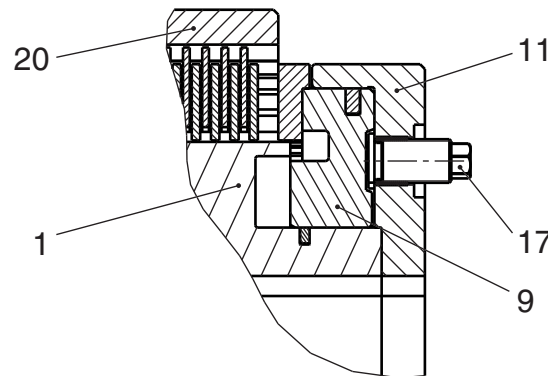

Fig. 3 - variante 2 - frizione con dispositivo d'innesto d'emergenza incorporato
Sulle frizioni con giunto per alimentazione esterna (ved. Fig. 3) l'anello di introduzione dell'olio (14) va premuto contro la frizione tramite una ghiera filettata. All'anello collettore (15) deve essere impedita la rotazione tramite un fermo o una spina infilati in uno dei fori previsti allo scopo. Il tubo di alimentazione deve essere flessibile onde non ingenerare sollecitazioni e quindi danneggiare le superfici di scorrimento.